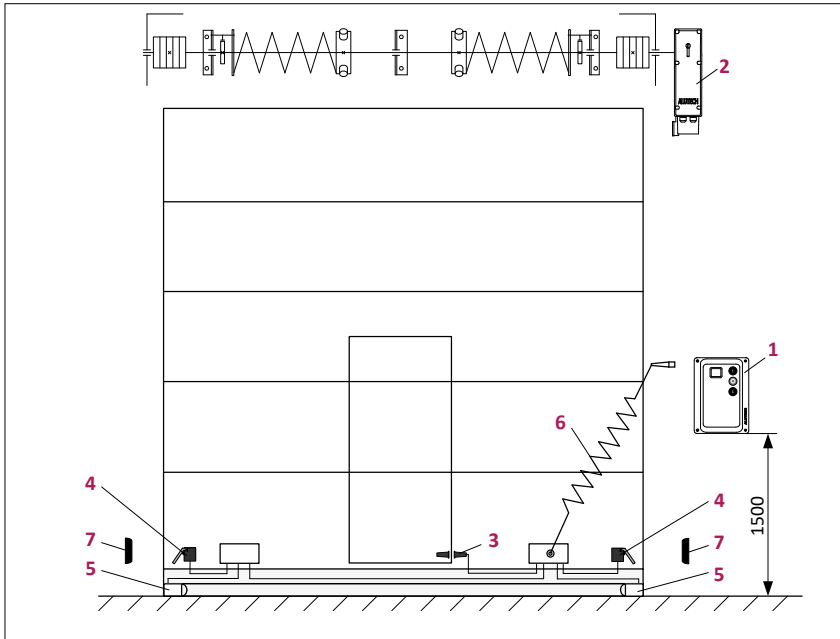

Figure 5
- Déterminez l'endroit où tous les dispositifs du système d'entraînement seront installés. Exemple de schéma d'automatisation typique pour portes industrielles sectionnelles équilibrées avec portillon – **Figure 5**.